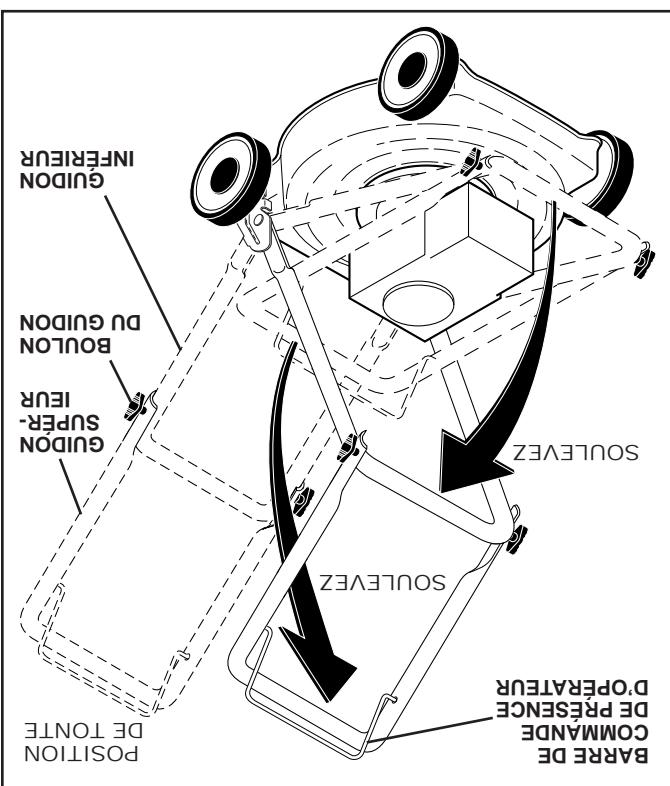

FIG. 1
- POUR DÉPLIER LE GUIDON (Voir Figs. 1 & 2)**